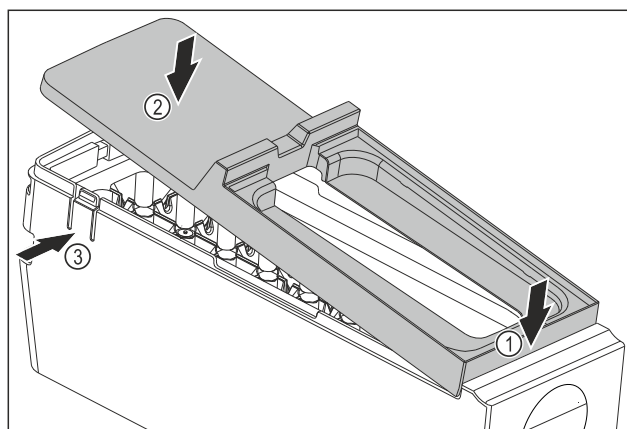

Fig. 186
- ▶ Montering af EasyTwist-Ice-legemets afdækning: Påsæt afdækningen foran. Fig. 186 (1)
- ▶ Sænk afdækningen bagtil. Fig. 186 (2)
- ▷ Afdækningen går hørbart i indgreb i begge lasker Fig. 186 (3).